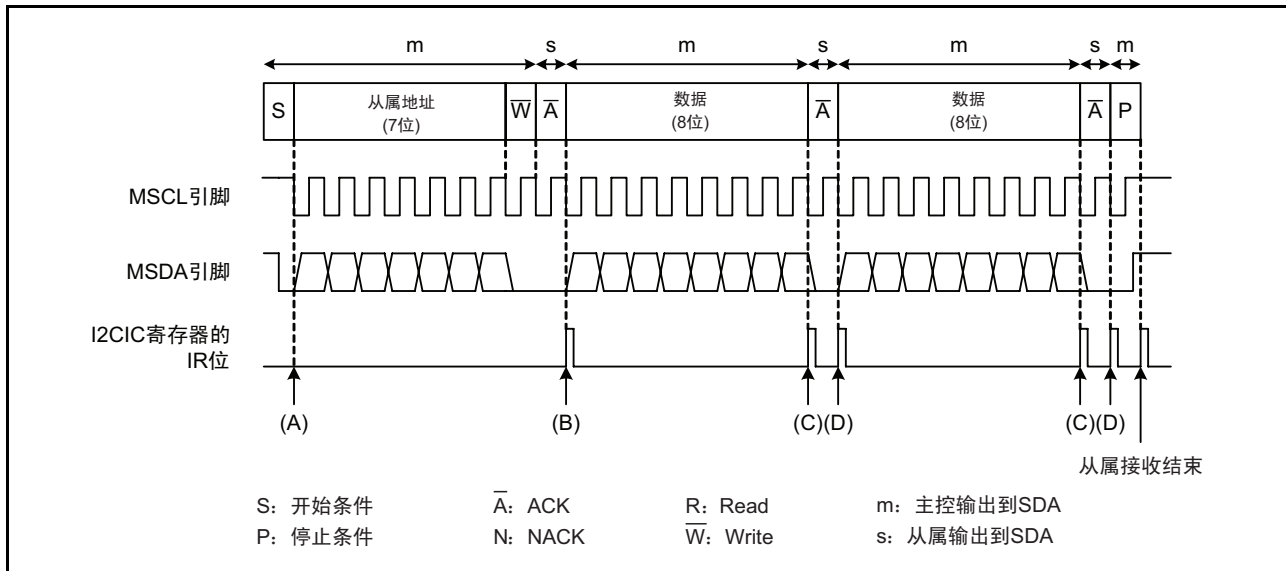

图 24.24 从属接收的运行例子
以下说明从属接收的步骤和运行。从属接收的运行例子如图 24.24 所示。下述的 (A) ~ (D) 分别表示图 24.24 中对应的执行步骤，其中的 (1) ~ (3) 表示由程序进行的指示，由 “→” 开始的行表示由单片机进行的自动处理。